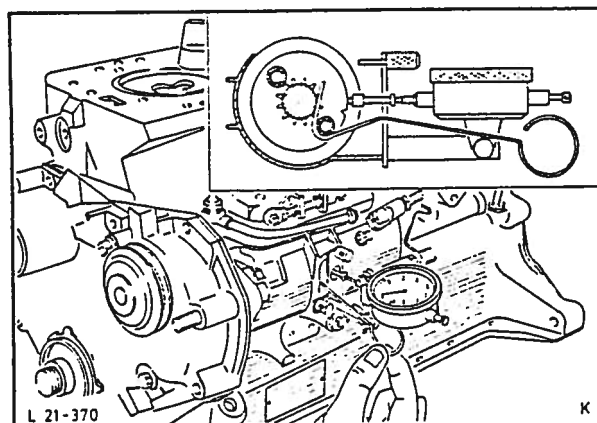

Fig. 78 Sett anti-tannklaringskroken inn i pumpens åpning.
53. Sett anti-tannklaringskroken inn i pumpeåpningen og press svakt nedover. Hvis den målte verdien forandres fra "O", må pumpen re-justeres, fig. 78.